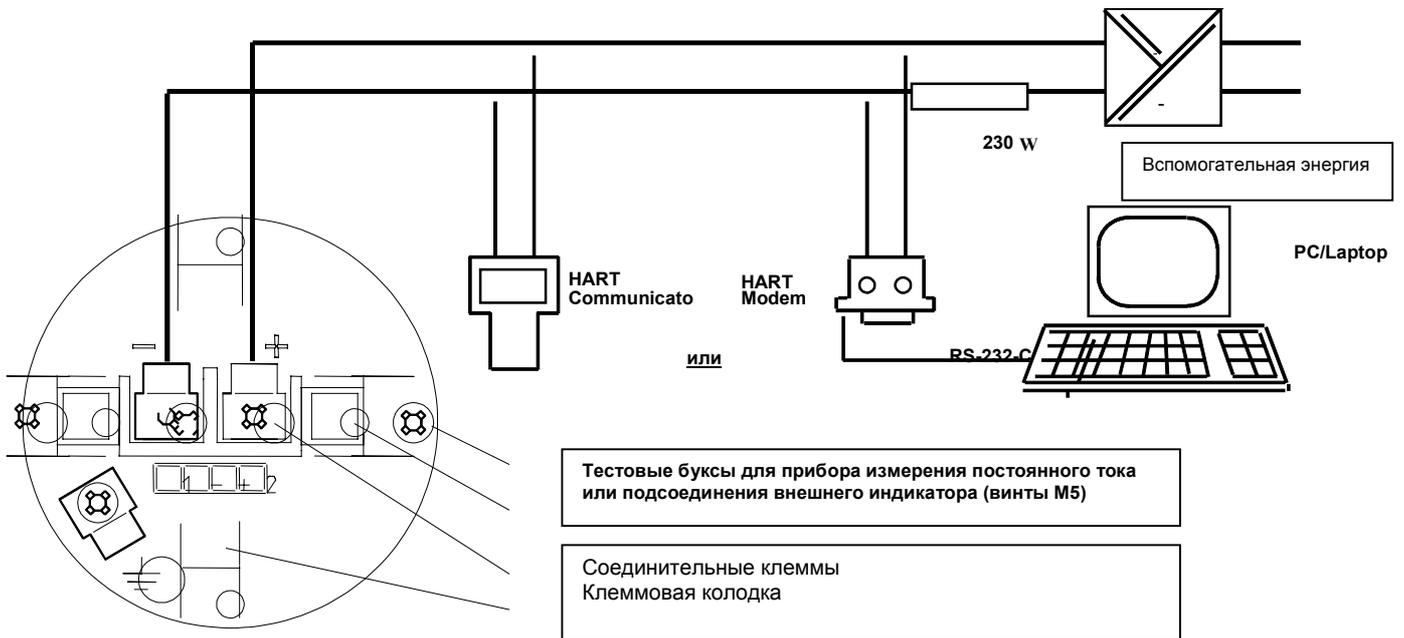
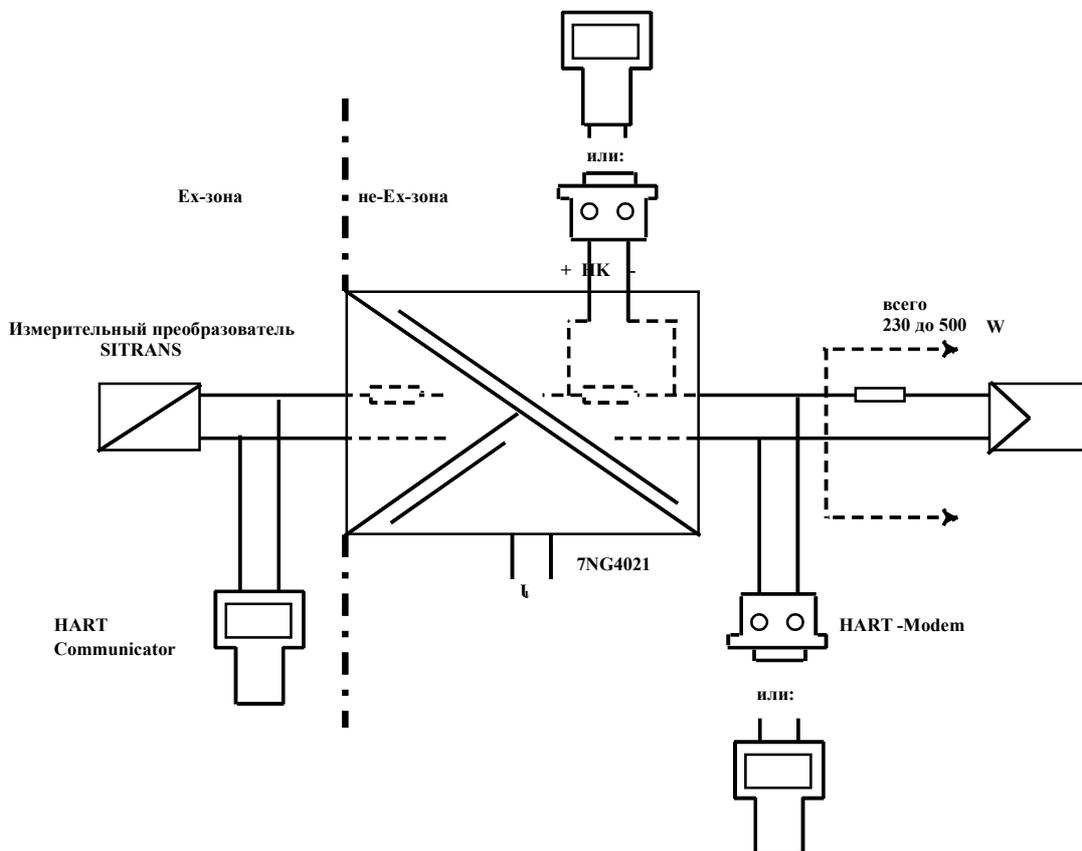

Рис. 2.4 Электрическое подсоединение, схема
Рис. 2.5 Электрическое подсоединение с питающим разделителем для измерительного преобразователя Smart
- Клеммная колодка (Рис. 2.4) может быть закреплена в четырех различных положениях (поворот на $\pm 90^\circ$ или $\pm 180^\circ$). При этом обратить внимание на то, что она может быть повернута только на макс. $\pm 180^\circ$ (исходя из положения при поставке). Не зажимать соединительный кабель при монтаже!
Для безупречной коммуникации необходима минимум одна полная проводимость нагрузки в трансформаторах напряжения в 230 В в сигнальном контуре (см. рис. 2.4). При использовании питающих разъединителей для измерительного преобразователя Smart, к примеру Siemens 7NG4021, полная проводимость нагрузки уже установлена в приборе (см. рис. 2.5). Питающий разъединитель с искробезопасным входным контуром (контур измерительного преобразователя) является одновременно надежным разделителем между искробезопасным и не искробезопасным электрическим контуром. К буксам, обозначенным НК могут быть подсоединены HART®-Modem или HART®-Communicator (рис. 2.5).